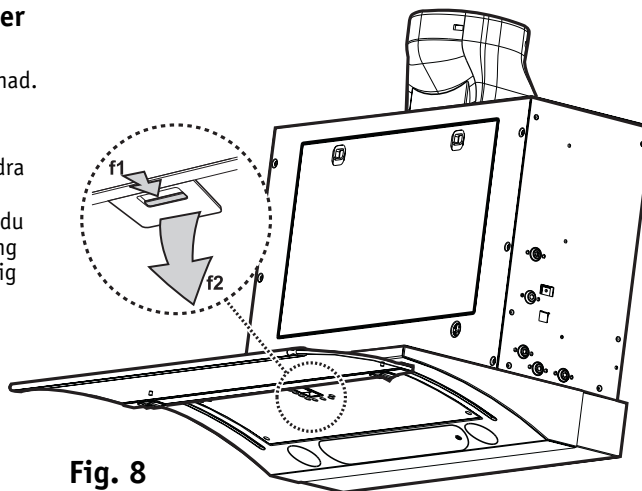

Fig. 8
2. Ta ut fettfiltret - Fig. 8: dra fjäderhandtaget nedåt (f1-f2) och dra sedan ut filtret.
2. Ta ut fettfiltret (f1-f2 - Fig. 8).